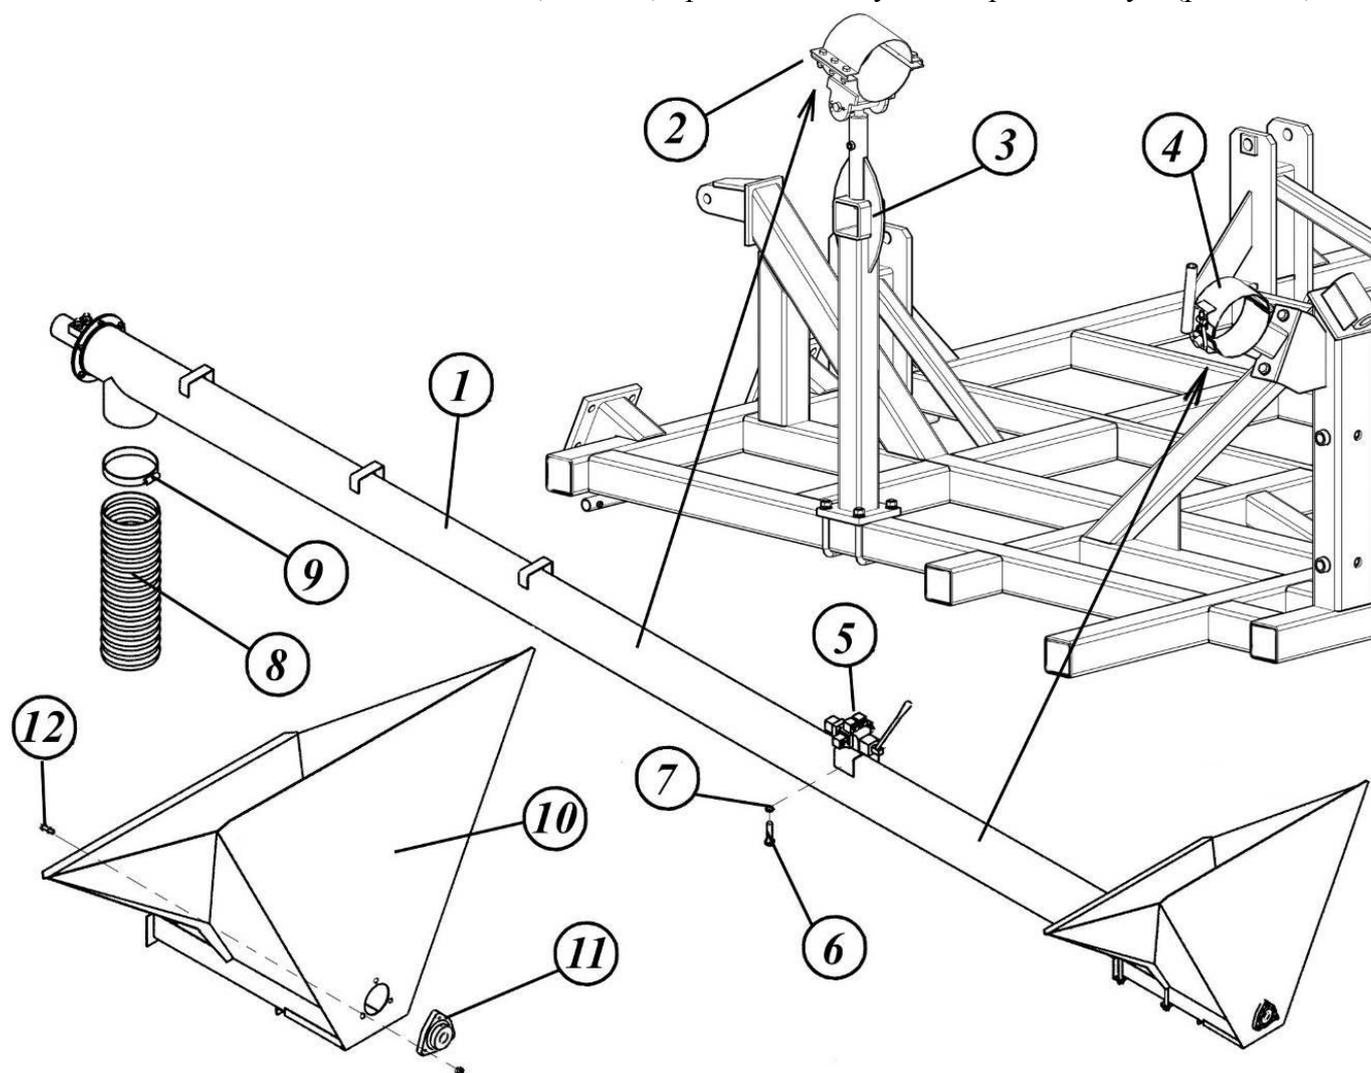

Рис. 5.2.2. Сборка и крепление шнека к бункеру
5.2.3. Закрепите шнек 1 примерно по середине трубы шнека в узле зажима 2 стойки 3. Это позволит легко управлять шнеком благодаря равномерному распределению его веса. Тщательно затяните болты (рис. 5.2.2).
Зажмите второй конец шнека в хомуте 4 и отрегулируйте положение хомута относительно кронштейна 4 на правой передней башне так, чтобы хомут плотно прилегал и охватывал трубу шнека (рис. 5.2.2).
5.2.4. Установите гидравлический кран-распределитель 5 на кронштейн шнека, закрепив его четырьмя болтами 6 (3/8"х13), подложив под головки болтов пружинные шайбы 7 (рис. 5.2.2).
Закрепите гофрированный шланг 8 на трубе шнека хомутом 9 (рис. 5.2.2).